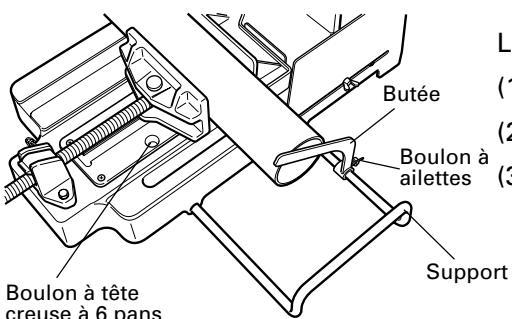

Fig. 18
- (1) Retirer le boulon à ailettes et sortir le collecteur de poussières de l'outil.
- (2) Vider le collecteur de poussières et nettoyer l'outil.
- (3) Remettre le collecteur de poussières dans l'outil et visser solidement le boulon à ailettes.
9. Utilisation de la butée (Fig. 18)